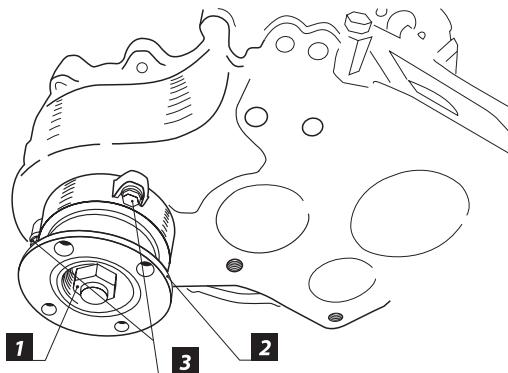

Рис. 2
4. Раскерните и открутите гайку крепления фланца переднего моста [1] (Рис. 2), снимите фланец привода переднего моста [2] и, открутив 3 болта M8 [3], снимите крышку вала привода переднего моста.